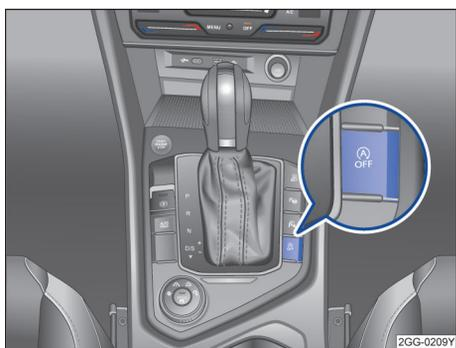

图 108 启停系统按钮
- 按两次按钮 **(A)** → 图 108。
- 按下按钮  → 图 108。